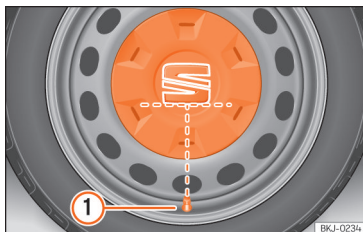

Fig. 193 Colocação correta do tampão central da roda para jantes de aço.
- Coloque o tampão central da roda sobre a jante. A parte inferior da sigla «S» do emblema da SEAT deve coincidir com a válvula de enchimento » **Fig. 193 ①**.